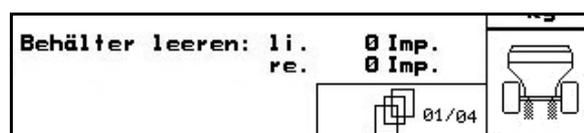

Fig. 19
- ZG-B Precis / Ultra Hydro:** (Fig. 19)